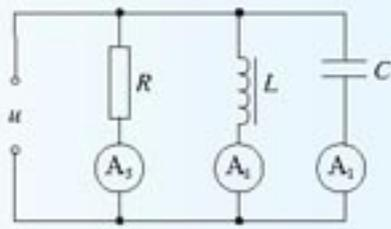

图 5.3-6 电流表如何变化？
- 如图 5.3-6 所示，交流电流表 A_1 、 A_2 、 A_3 分别与电容器、线圈 L 和电阻 R 串联后接在同一个交流电源上，供电电压瞬时值为 $u_1 = U_m \sin \omega_1 t$ ，三个电流表各有不同的读数。现换另一个电源供电，供电电压瞬时值为 $u_2 = U_m \sin \omega_2 t$ ， $\omega_2 = 2\omega_1$ 。改换电源后，三个电流表的读数是否变化？如果有变化，是增大还是减小？为什么？